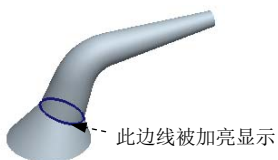

图 8.8.25 边线被加亮显示
Step3. 在“相切”界面中选择“终止截面”, 将“终止截面”设置为“相切”, 此时图 8.8.25 所示的边线被加亮显示。